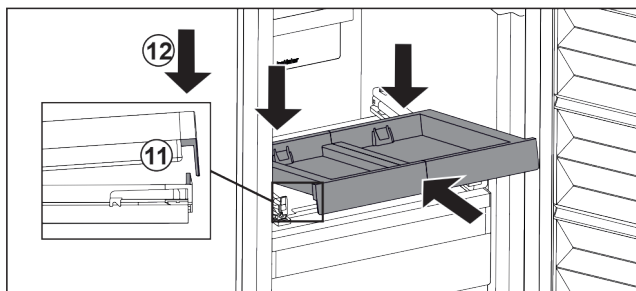

Fig. 127
- Inserire in modo inclinato. Assicuratevi che l'arresto sia dietro la linguetta su entrambi i lati. Fig. 127 (11)
- Abbassare il ripiano estraibile nella parte anteriore. Fig. 127 (12)